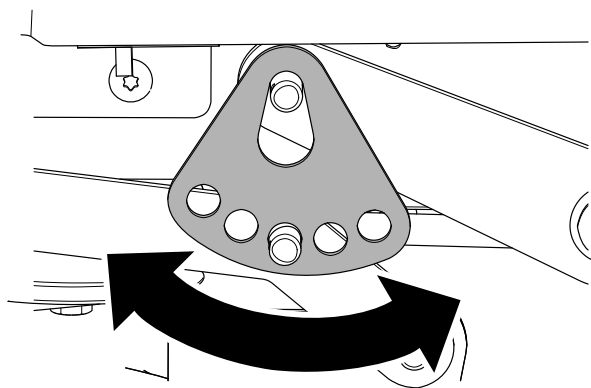

Bild 72
7. Drehen Sie die Schnitthöhenplatte in ein anderes Loch, so dass sie das Gewicht des Mähwerks nach der Montage der Platte trägt (**Bild 72**).
8. Montieren Sie die Unterlegscheibe und den Splint (Bild 72).